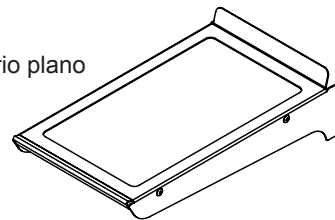

Figura 25
- (1) Máquina de hielo con cubeta de hielo (vea la Figura 25)